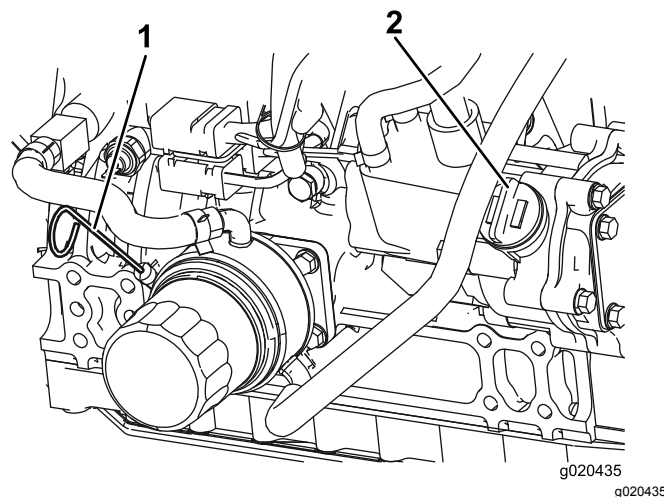

Figura 12
O nível de óleo deve encontrar-se na zona de segurança (Figura 12).
4. Se o nível de óleo se encontrar abaixo da zona de segurança, deverá retirar a tampa de enchimento (Figura 12) e adicionar óleo até que o nível atinja a marca desejada. **Não encha demasiado.**